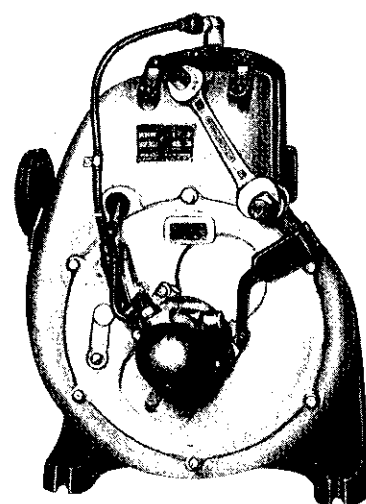

Bild 33. Starterhebelbolzen ausdrehen
5. Starterhebelbolzen ausdrehen (Bild 33).